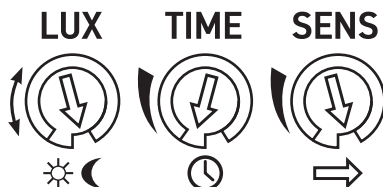

Рисунок 3
8. Настройка прожектора осуществляется тремя регуляторами: LUX, TIME, SENS (рис. 3).